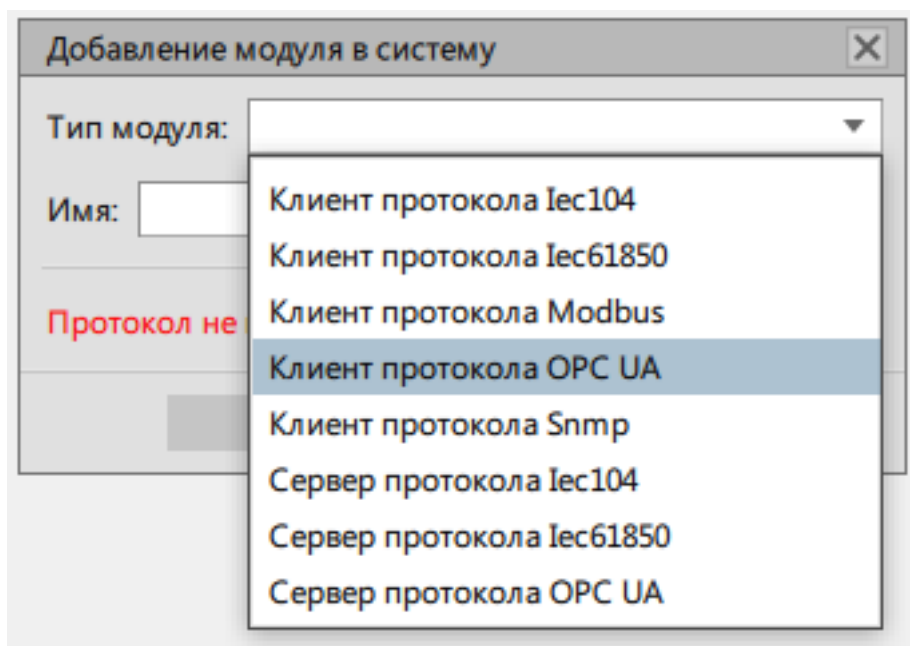

Рисунок 220 - Клиент протокола OPC UA
13. Выберите модуль **Клиент протокола OPC UA** и нажмите **ОК** (Рисунок 220).